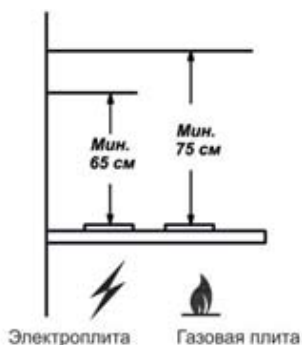

РИС. 1
1.2 Зонт устанавливайте над плитой, как показано на рис. 1.
4.6 Устанавливайте зонт над плитой в соответствии с рис. 1.
- разметьте линию установки нижней части зонта над плитой рис. 1 ;